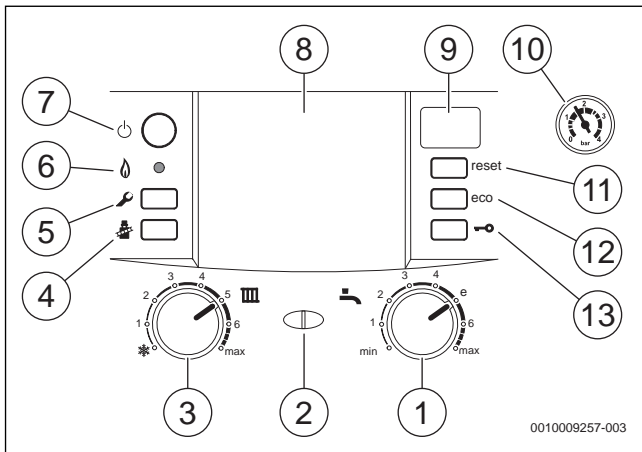

Bild 38 Übersicht der Bedienelemente
- ▶ Gerät am Schalter Ein/Aus einschalten (→ Bild 38). Die Betriebsleuchte leuchtet blau und das Display zeigt die Vorlauf-temperatur des Heizwassers.